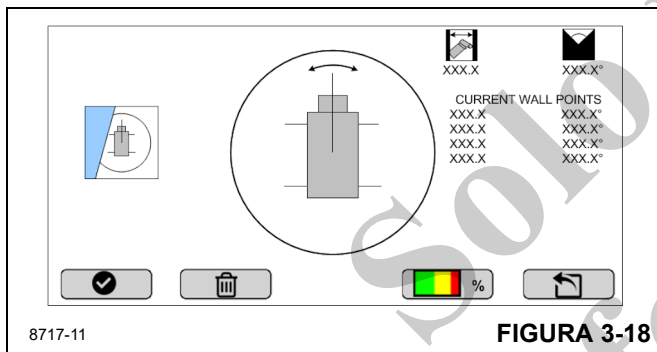

FIGURA 3-18
- Pulse la tecla de función Seleccionar para fijar el radio actual y el ángulo de giro para la posición de la punta de la pluma (Figura 3-18).